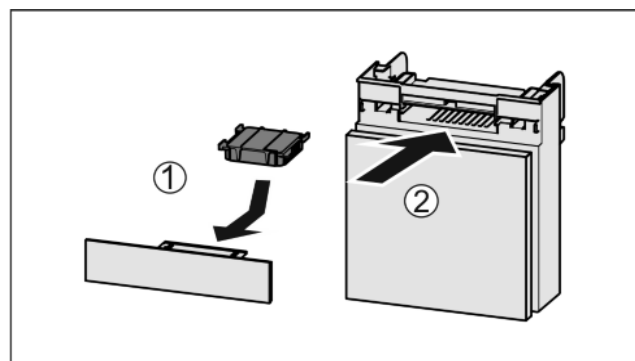

Fig. 52
- ▶ Wkładać Fig. 52 (1) filtr z węglem aktywowanym zgodnie z ilustracją.
- ▶ Wsunąć komorę Fig. 52 (2).